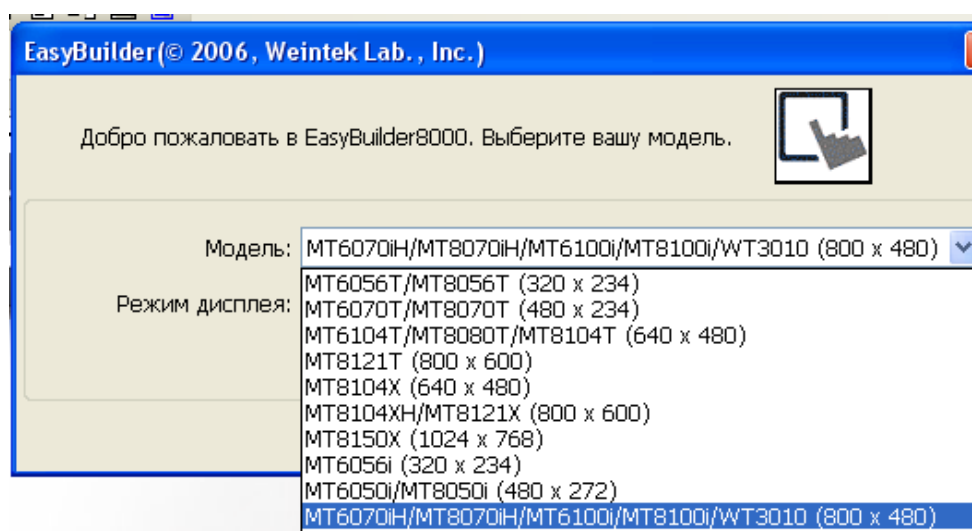

Рис. 4. Выбор модели графической панели
3.3.3. В появившемся диалоговом окне раскрыть спускающийся список моделей графических панелей Weintek. Выбрать строку, в которой присутствует панель WT3010, как показано на рис.4.